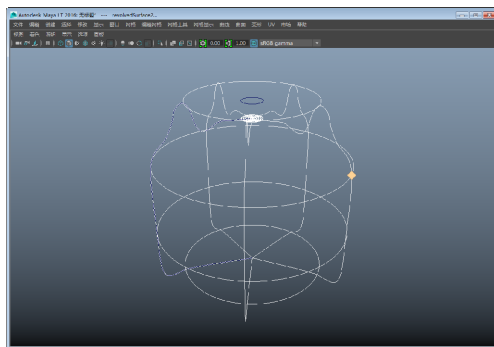

图 3-155 选择保留部分
- 4 执行【曲面】|【修剪工具】命令，然后在视图中单击要保留的部分，如图 3-155 所示。